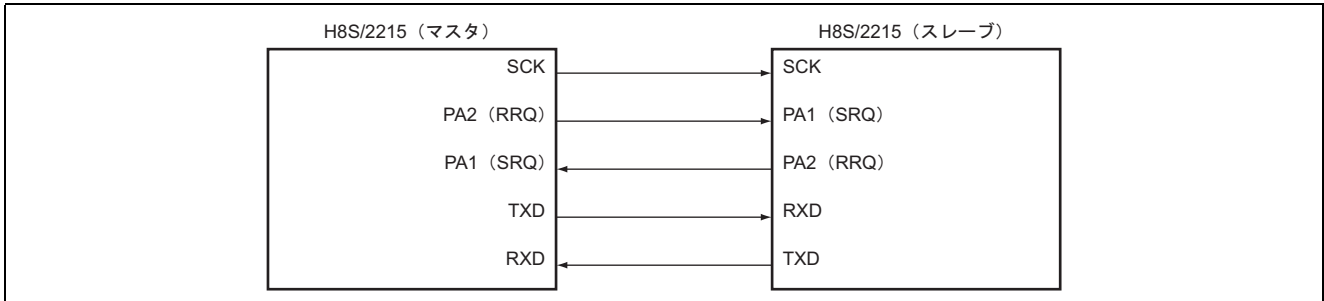

図 1 H8S / 2215 によるクロック同期式 SCI ブロック図
- (1) 図 1 に示すように、H8S / 2215 間で 1 バイトのデータの送受信を行います。
- (2) データの送受信はクロック同期式フォーマットで行います。クロックはマスタ側の H8S / 2215 が、スレーブ側へ供給します。
- (3) H8S / 2215 はデータの送信と同時にスレーブ側からのデータを受信します。